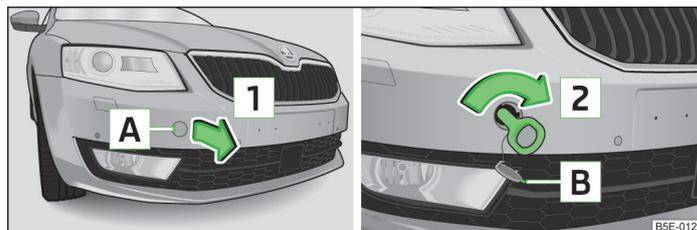

Abb. 205 Vorderer Stoßfänger: Ausbau der Abdeckkappe / Einbau der Abschleppöse
➤ Auf die Abdeckkappe im Bereich » Abb. 205 drücken.
- Die Abschleppöse von Hand in Pfeilrichtung **2** » Abb. 205 bis zum Anschlag einschrauben » **!**.